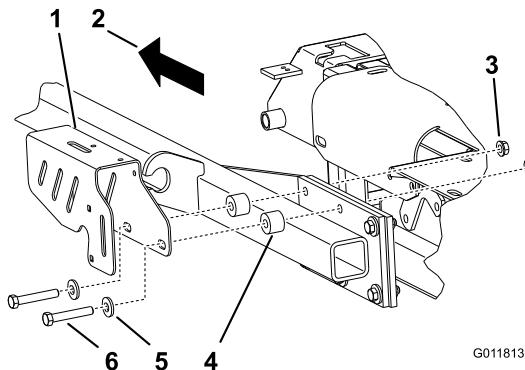

Figura 10
9. Instale el soporte de la bomba de la izquierda con 2 espaciadores entre el bastidor de tiro y el soporte, usando las tuercas que retiró anteriormente, 2 pernos nuevos (3/8 x 2-1/4 pulgadas) y 2 arandelas curvas nuevas (3/8 pulgada) (Figura 10).